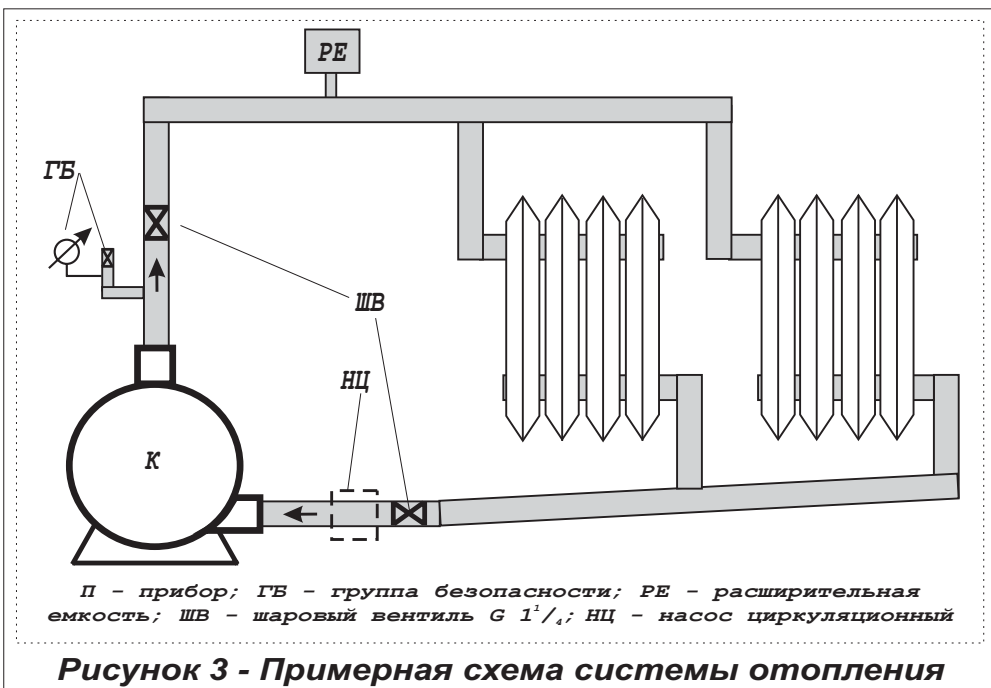

Рисунок 3 - Примерная схема системы отопления
5.9. **Внимание!** При эксплуатации прибора запрещается полностью или частично перекрывать шаровые вентили на входе и выходе из котла (см. рисунок 3).